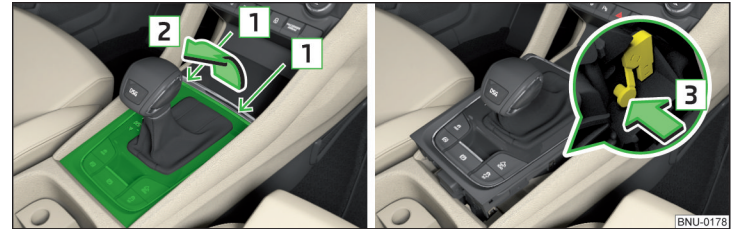

Abb. 327 Abdeckung abnehmen / Wählhebel entriegeln
- › Einen Schlitzschraubendreher oder ein ähnliches Werkzeug in den Spalt im Bereich der Pfeile **1** » Abb. 327 einschieben und die Abdeckung in Pfeilrichtung **2** vorsichtig lösen.